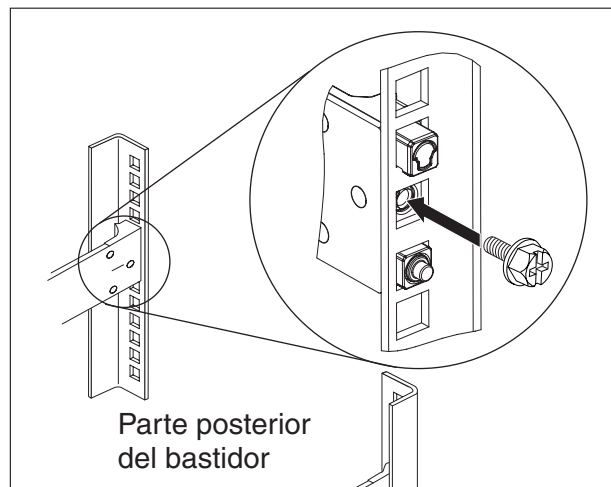

Figura 9. Fijación del dispositivo en los rieles de deslizamiento del bastidor
4. Fije los rieles de deslizamiento del dispositivo al bastidor, tal como se muestra en la Figura 9: